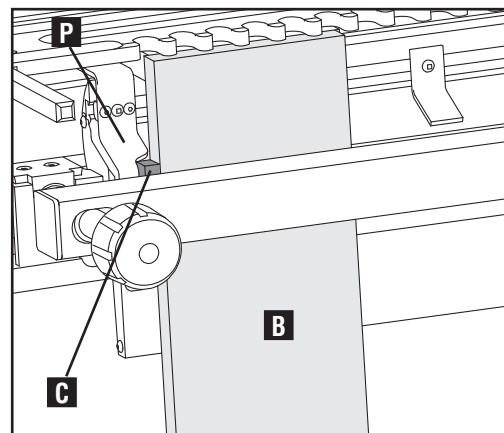

Fig. G11
2. Coloque la tabla con cola (B) Fig. G11 en forma vertical y asegúrese de que esté espaciada de manera uniforme debajo de los encastres, como se describe en la sección "Colas de milano semiciegas de espacios variables".
3. Una vez que colocó la tabla con cola (B) con firmeza contra la plantilla, coloque y mantenga el bloque de instalación espaciador (C) contra la tabla con cola. Luego, deslice la guía de borde izquierda (P) hasta su lugar y trábela al ras del espaciador.
4. Deslice el material de descarte horizontal hacia adelante, al ras con la guía de borde izquierda (P) y al ras con la parte trasera de la tabla con cola vertical (B) para reducir el desprendimiento.